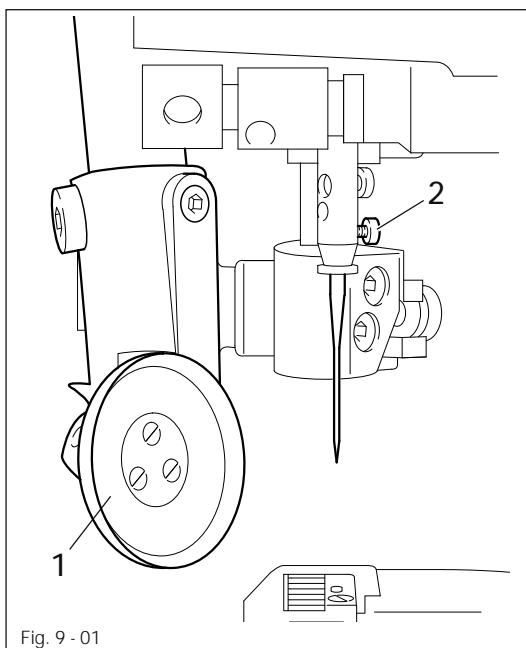

Fig. 9 - 01
- Enhebre el hilo conforme a la fig. 9 - 02 y arróllelo varias vueltas en sentido horario sobre la canilla 1.
- Enhebre el hilo superior conforme a la fig. 9 - 05.